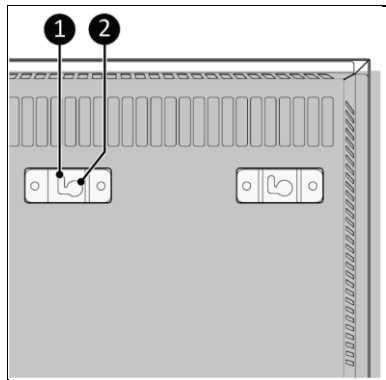

Abbildung 13
14. Platzieren Sie die Halterungslöcher (Abbildung 13, Pos. 2) über den Wandschrauben.
15. Schieben Sie das Gerät nach links und lassen Sie das Gerät in die Öffnung der Halterungen fallen (Abbildung 13, Pos. 1).